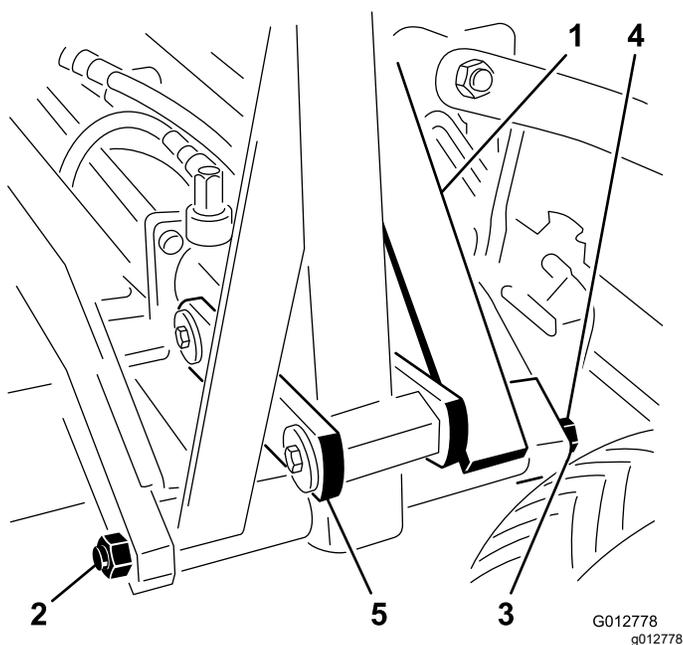

Figure 36
3. Retirez la l'écrou de l'extrémité de l'axe (Figure 36).